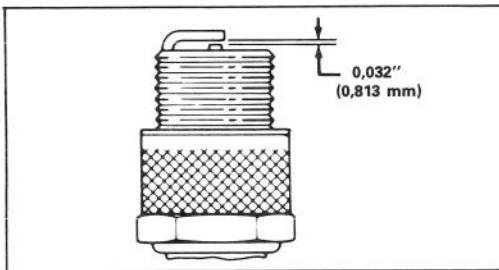

Bild 12
3. Luftspalt auf 0,8 mm einstellen (Bild 12). Die auf korrekten Abstand eingestellte Zündkerze mit einer Dichtungsscheibe anbringen und auf 20,4 N·m anziehen.